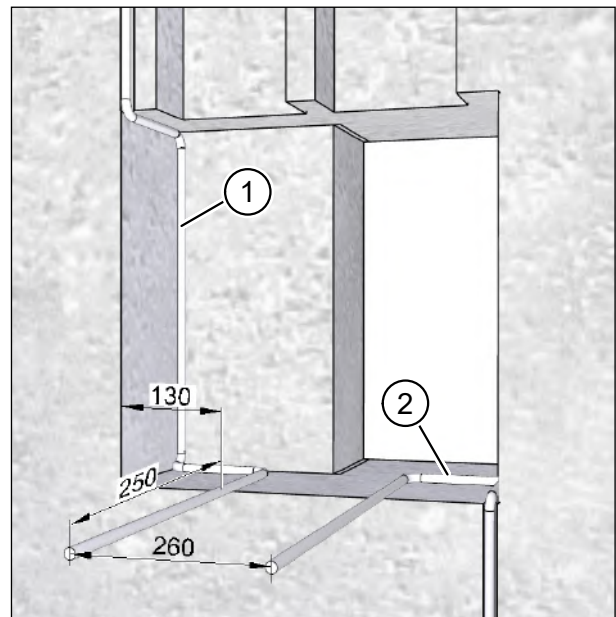

Abb. 20: Anschlusskabel verlegen, Maße in Millimeter
- ▶ Verlegen Sie das Netzkabel (Pos. 1 in Abb. 20) und ggf. das Steuerkabel (Pos. 2 in Abb. 20) mit einem Kabelüberstand von ca. 250 mm über die Mauer.